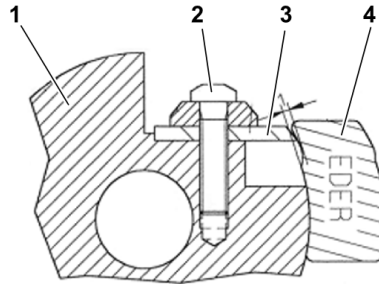

Fig. 15: Skifte kniv på skivefresemaskinen
- > Løsne knivskruen (2 – fig. 15) lett.
- > Legg knivmalen (4 – fig. 15) på fresehodet (1 – fig. 15) og skyv kniven (3 – fig. 15) mot knivmalen, inntil den berører det innsporede området.